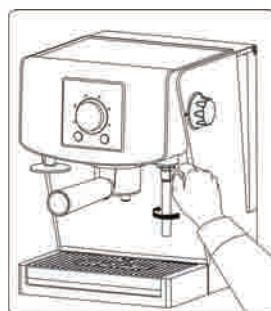

Рис. 9
ВНИМАНИЕ! Жигльора на пара/вряла вода (10) премествайте с помощта на специален накрайник (Рис. 9). Жигльорът на пара/вряла вода (10) е много горещ.